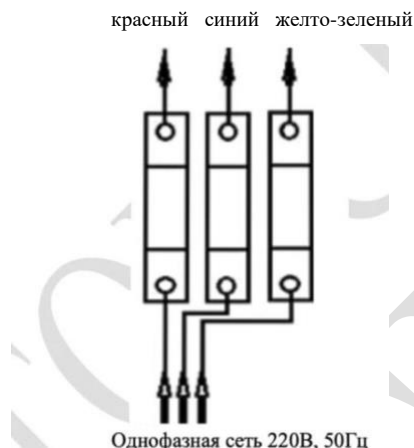

Рисунок 1
2.4.12.1 Питание станции зарядной для электрического транспорта осуществляется от однофазной сети переменного тока. Разводка проводов питающей сети производится на клеммники. Места для подключения фазных проводов промаркированы метками «красный», «синий», «желто-зеленый» (см. рисунок 1).